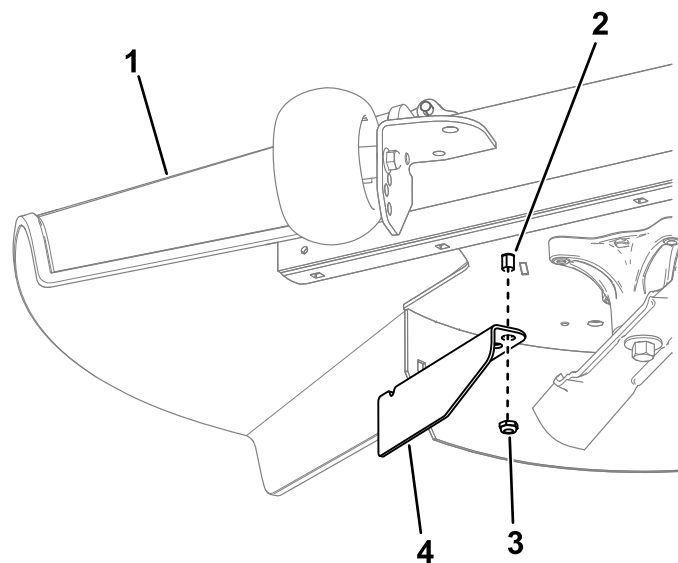

Рисунок 15
- Используйте гайку для установки отсекающего дефлектора на стержень отражателя травы, используя наружное отверстие в дефлекторе (Рисунок 15).
- Отверните гайку со стержня отражателя травы под декой газонокосилки (Рисунок 15).